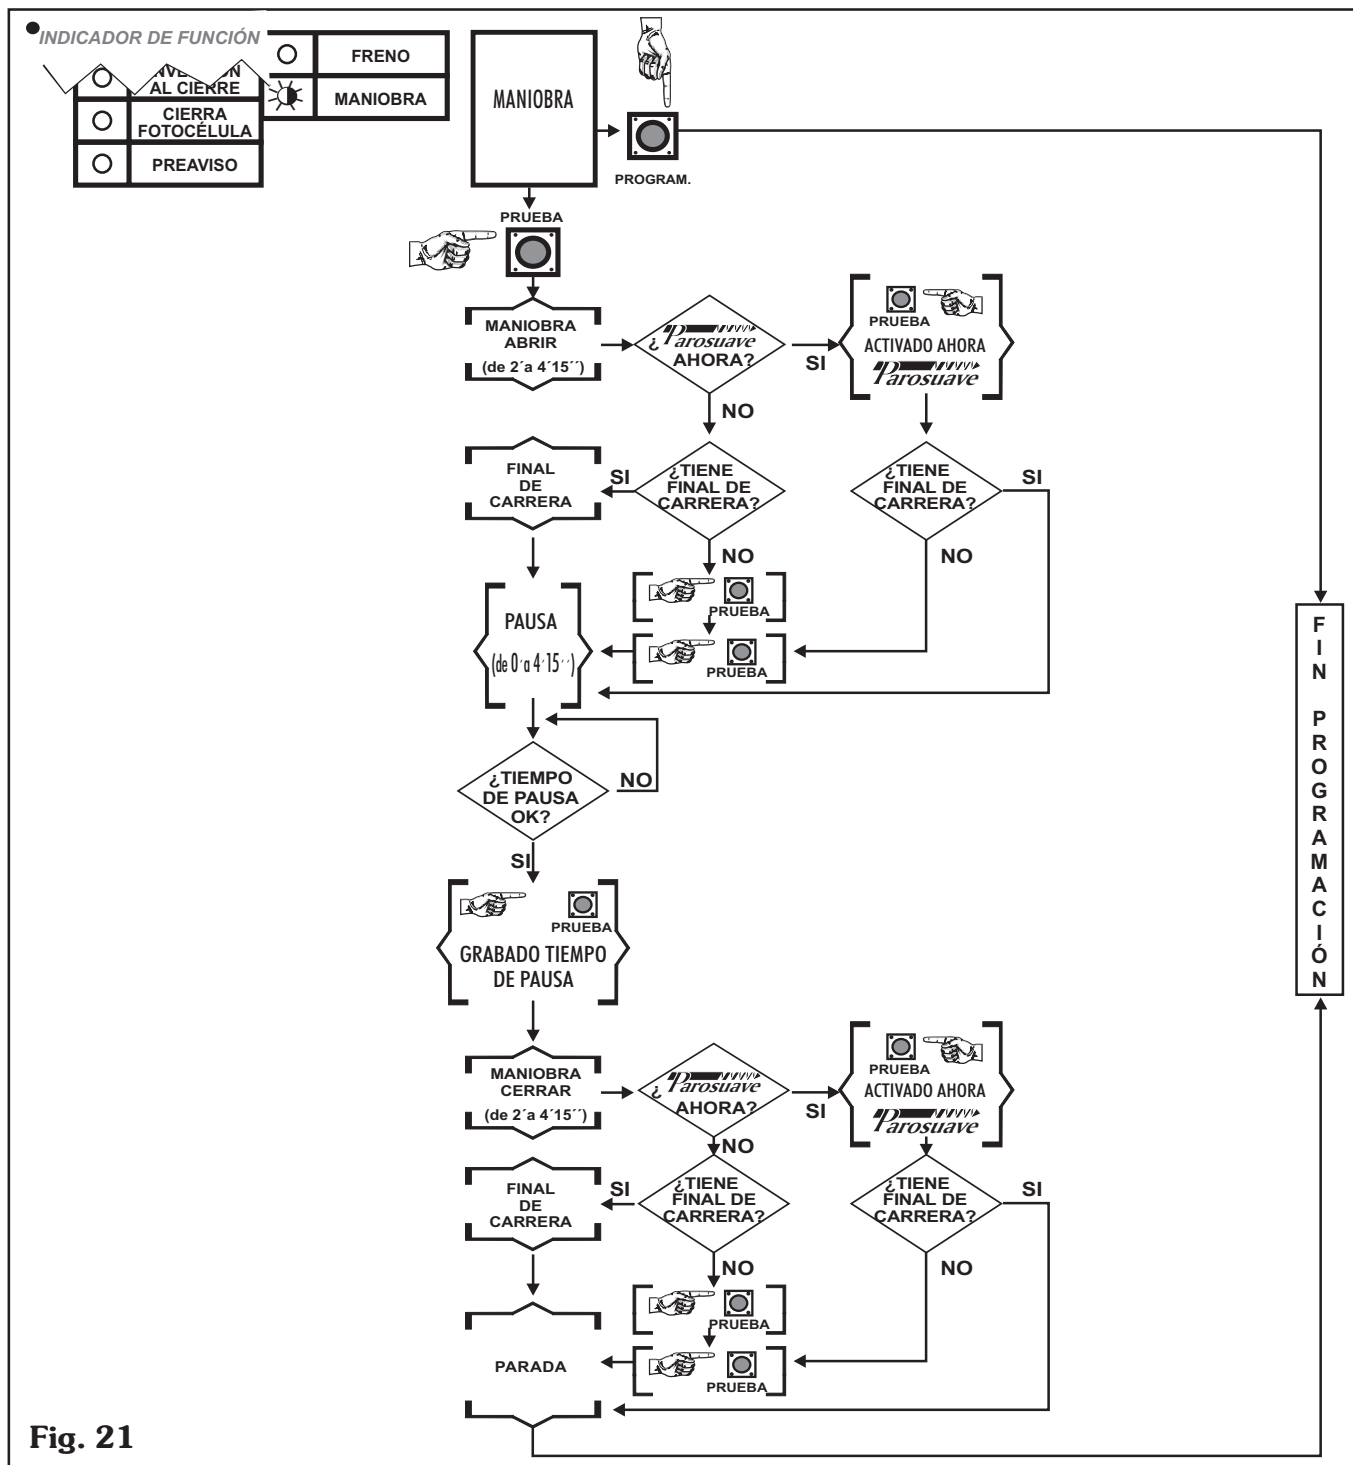

Fig. 21
3.8.1. Presione sobre la tecla **PROGRAM** hasta que el indicador de función **MANIOBRA** se encienda **intermitentemente** (fig. 21).